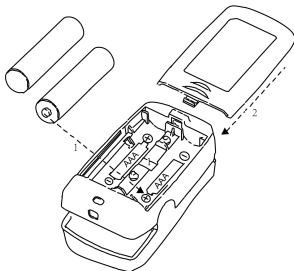

Figure 3 Indication de l'installation
1. D'après l'indication de Figure 3, insérer 2 batteries de AAA type dans le paquet de batterie.